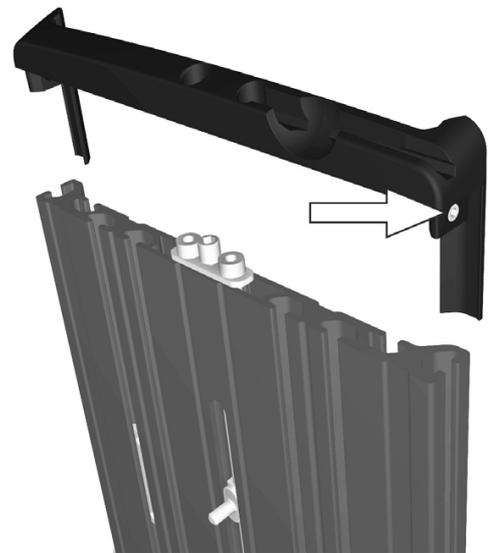

Abbildung 156. Der Endverschluss des Rückenlehnenprofils ist mit einer Schraube an der linken bzw. rechten Seite befestigt.
7. Schraube an der linken bzw. rechten Seite des Rückenlehnenprofils lösen. Danach den Endverschluss des Rückenlehnenprofils gerade herauschieben. Siehe Abbildung. 156.